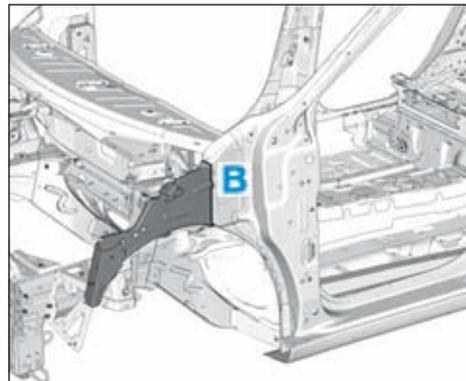

FIG.26
- Respecter la ligne de coupe (B) (Fig.26).